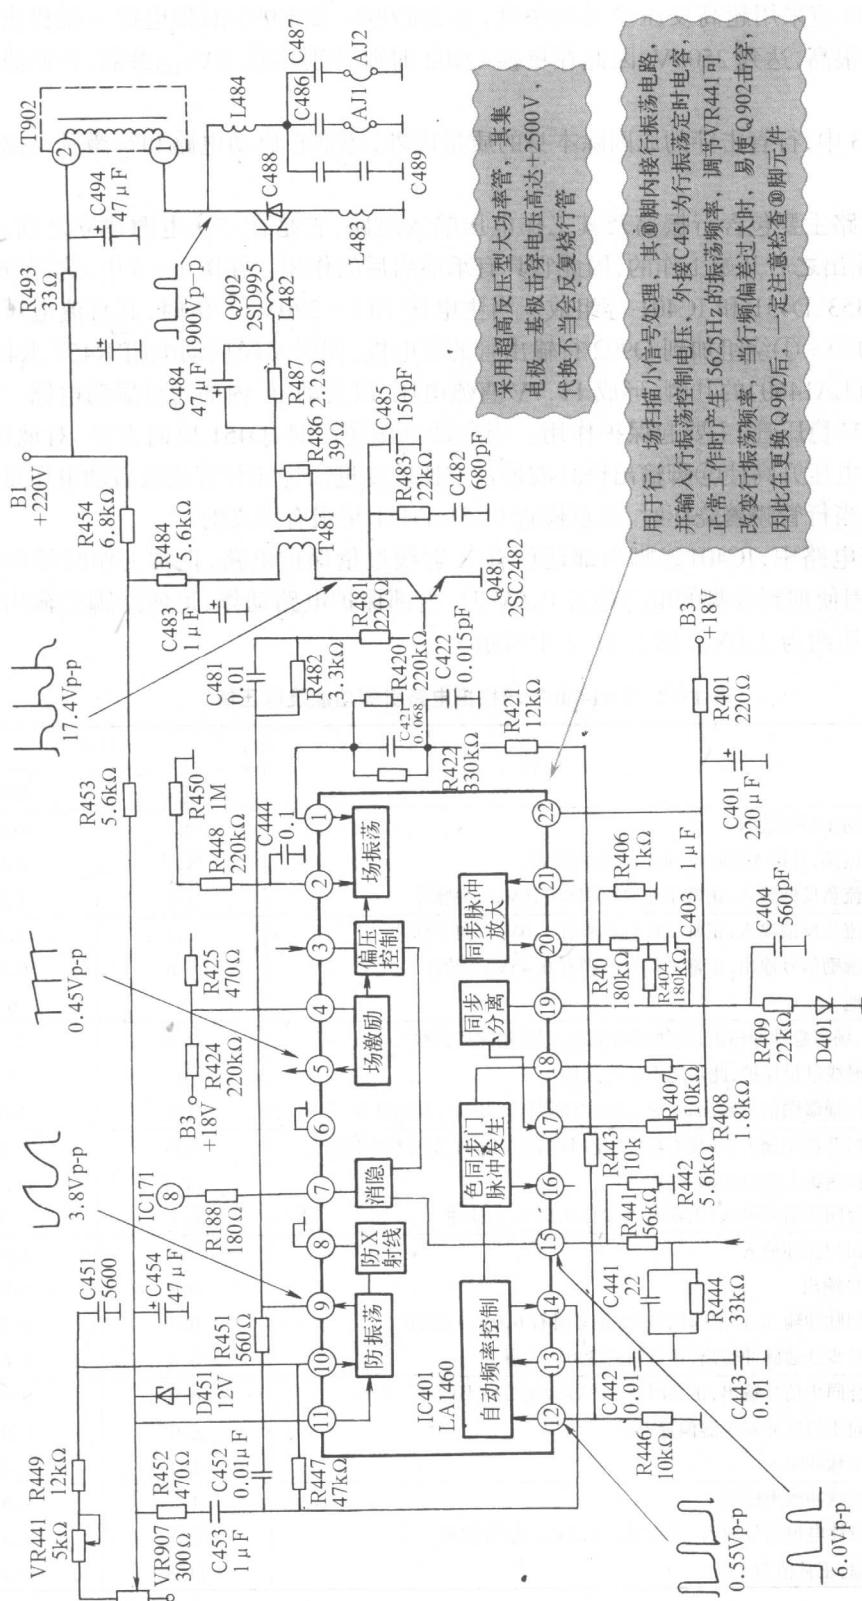

图1-3 行扫描电路故障检修示意图
检查与分析:在该机中,发生无光栅、无伴音故障时,一般是电源或行输出级损坏。鉴于该机底板严重带电,可首先采用电阻测量法进行检查,结果发现行输出管 Q902(2SD995)已击穿损坏。再查行扫描小信号处理电路及开关稳压电源均正常,试用 2SD2125 代换后,整机恢复正常。如图 1-3 中所示。
在图 1-3 中,行管击穿的原因除本身的质量以外,还常有启动电路和行激励电路两个因素。
行启动电路主要包含行振荡及其工作电压输入电路,它是在二次电源建立之前,主电压 B1(+220V)输出之后开始工作的,因此它具有承前启后的作用。在图 1-3 中,这部分电路主要由 R454、R453、D451 和 IC401 等组成。当主电压 B1(+220V)产生时,其直流电压将通过 R493、T902 的②~①绕组加到 Q902 行输出管的集电极,同时又经启动电阻 R454、R453 降压后加到 IC401(LA1460)的⑪脚,形成 11.7V 直流电压,以启动 IC 内部的行振荡电路。⑪脚外接 D451 为 12V 稳压管,主要起保护作用。当启动电压超高时,D451 反向击穿,对地短路,从而避免因启动电压升高使⑨脚输出信号波形占空比改变进而烧坏行管或因启动电压过高损坏 IC401。因此,当行管频繁烧坏时,注意检查 C451、D451 是很有意义的。